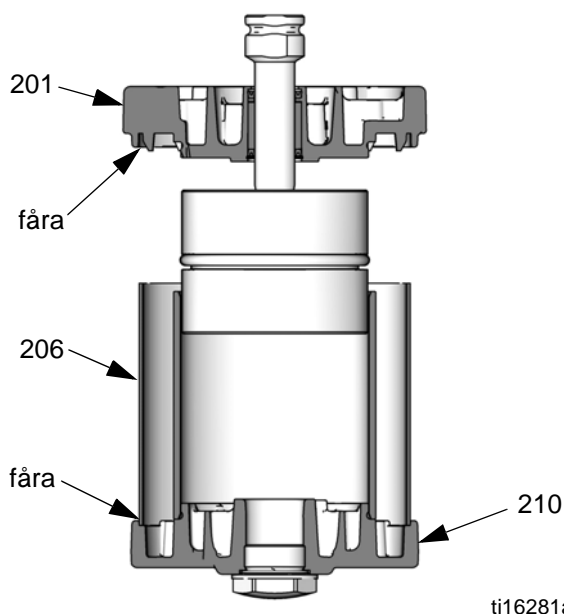

FIG. 15. Passa in avskärmningen i fårorna på skydden
5. Smörj och installera o-ringen (202*) på bottenskyddet (201).
6. Skjut noga den gängade änden av stängen (218) upp genom bottenskyddet (201).
7. Lägg på bindemedel 16G561 på stängens (218) gängor. Skruva kolven (219) på stängen. Placera kolven i en skruvtving med mjuka käftar och vrid till 47–54 N•m (35–40 ft-lb).
8. Smörj och installera o-ringen (204*) på kolven (219).
9. Se FIG. 15. Placera noga bottenskyddet/ kolvanordningen på cylindern (205) och skjut in kolven (219) i cylindern. Förgreningsytorna på topp- och bottenskydden måste vara inpassade. Se till att avskärmningen (206) är i fåran på både topp- och bottenskydden.